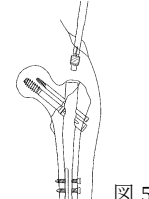

図 5
- ラグスクリューの回旋止め及び軟部組織の侵入を防ぐため、ネイルにエンドキャップを挿入し固定します。(図 5)